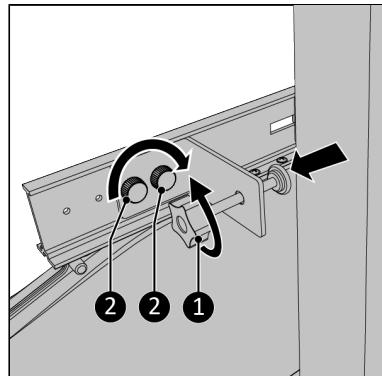

Abbildung 134.
12. Schrauben Sie die Klemmschraube vollständig zurück (Abbildung 134, Pos. 1).
15. Schrauben Sie die Klemmhalterung mit den beiden Knopfschrauben (Abbildung 134, Pos. 2) an der Hauptschiene fest.